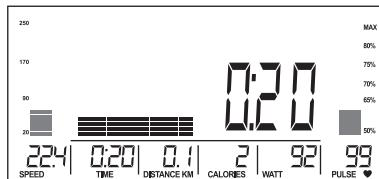

Рис. 14
- Натисніть START/STOP, щоб розпочати тренування. Під час тренування ви можете зменшити або збільшити рівень навантаження за допомогою регулятора. Рівень навантаження (опір) буде відображатися у вікні LEVEL, без регулювання протягом 3 секунд, він висвітлить на дисплей значення WATT (Рис. 14).